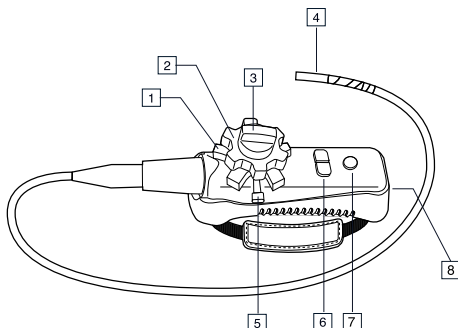
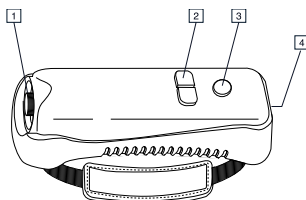

Abbildung 4.4 Dreh-Schwenk-Messfühler
Abbildung 4.5 Funksender
1. Drücken Sie im Wireless-Modus die Tasten für die Lichtintensität auf dem Dreh-Schwenk-Messfühler (siehe Abbildung 4.4 *Dreh-Schwenk-Messfühler*, Seite 9) oder Funksender (siehe Abbildung 4.5 *Funksender*, Seite 10), um die Lichtintensität zu erhöhen bzw. zu vermindern.
Drehen Sie die Dreh-Schwen-Knöpfe, um die Kameraspitze anzupassen. Die Spannung des Dreh-Schwen-Knopfes wird durch Drehen des entsprechenden Spannungsknopfes eingestellt. Siehe Abbildung 4.4 *Dreh-Schwenk-Messfühler*, Seite 9.
Hinweis Die Dreh-Schwen-Knöpfe dürfen nicht betätigt werden (siehe Abbildung 4.4 *Dreh-Schwenk-Messfühler*, Seite 9), wenn sich der Messfühler in einer gewickelten Konfiguration befindet. Sonst werden die Dreh-Schwenk-Steuerelemente beschädigt.